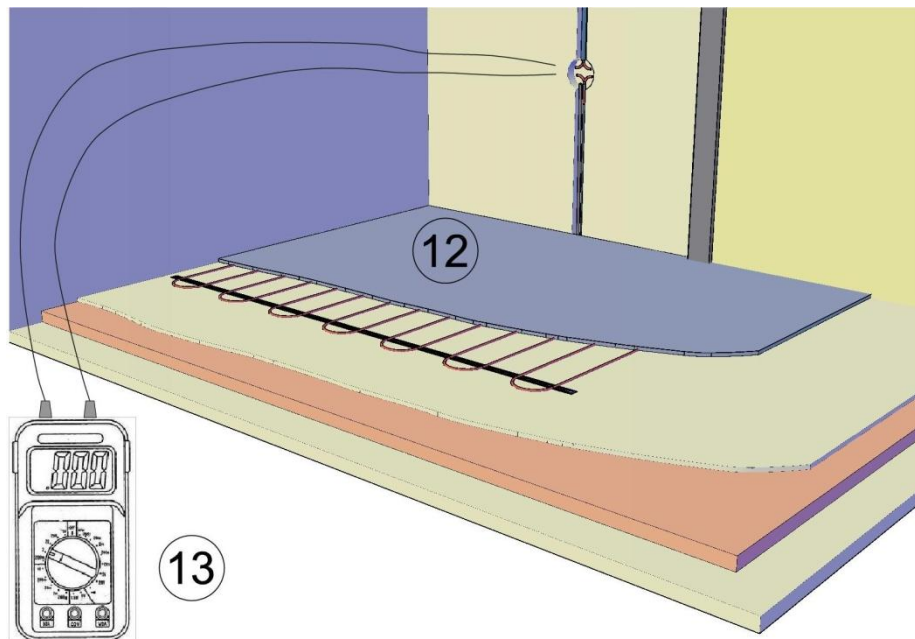

Рисунок 7
7. Равномерно залейте нагревательную секцию тонким слоем плиточного клея или иного аналогичного клеевого цементно-песчаного раствора (Рис.7. п.12).
После заливки нагревательной секции снова замерьте омическое сопротивление для подтверждения отсутствия повреждений (Рис.7. п.13).